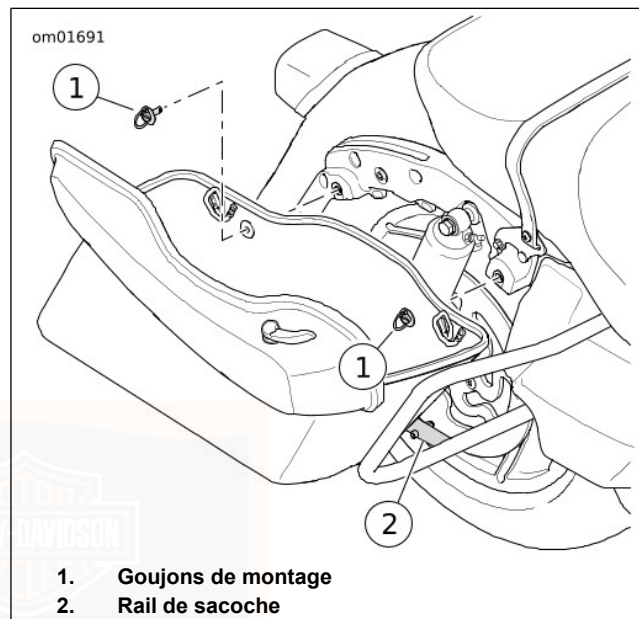
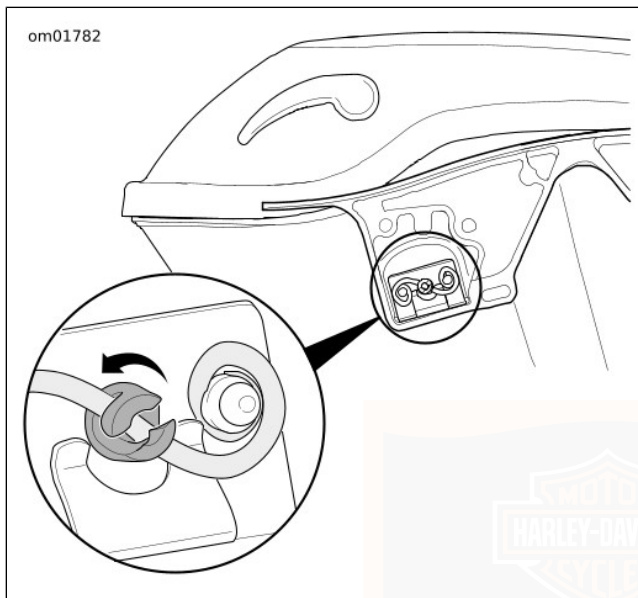

Figure 34. Dépose/installation des sacs
Figure 35. Installation des goujons de montage (coupe)
2. Voir Figure 34. Tourner les goujons de montage de 1/4 de tour dans le sens antihoraire pour désengager la sacoche du support de montage.
2. Voir Figure 34 et Figure 35. Enfoncer les goujons de montage et tourner de 1/4 de tour dans le sens horaire pour monter la sacoche sur le support.